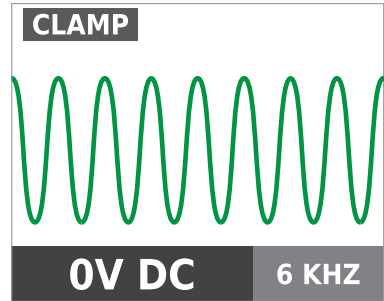

Figura 4.10a
2. Pressione modo de sinal ALTO por 2 segundos para selecionar o modo de grampo do transmissor. O modo de grampo que um sinal 6KHZ impulsionado de modo a proporcionar resultados superiores de rastreamento. A tela do Transmissor deve aparecer como na Figura 4.10a.